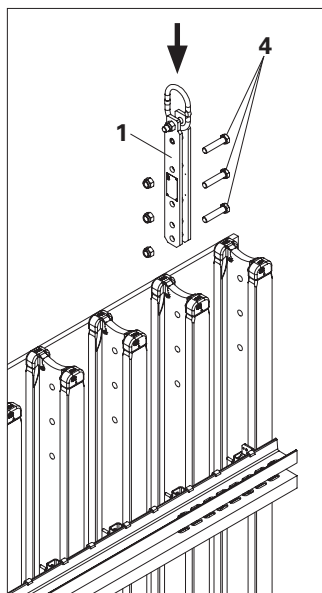

Fig. 03
1. Spingere la staffa sollevamento **(1)** dall'alto sopra l'anima della trave di cassaforma. (Fig. 03)
3. Infilare le tre viti attraverso l'anima della trave di cassaforma e le due piastre della staffa sollevamento. (Fig. 03)